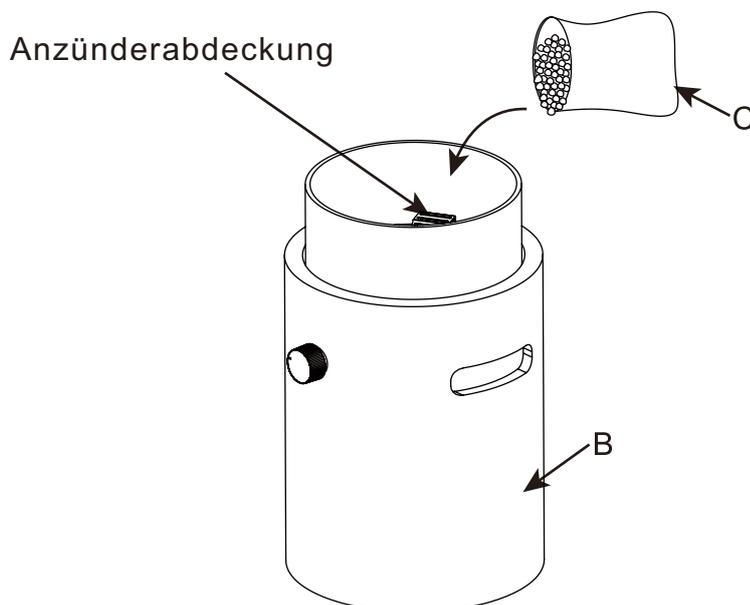

Abbildung 5
4. Legen Sie die Lavasteine (C) in den Körper der Feuerstelle (B). Es werden ca. 0,5 kg Lavasteine benötigt (Abb. 5).